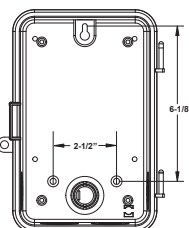

Figura 3 - Vista posterior de la carcasa con las dimensiones del orificio de montaje
5. Coloque la carcasa en la ubicación de montaje deseada, y marque los tres orificios de montaje (consulte la Figura 3 de abajo para ver las dimensiones). Instale primero el tornillo de la parte superior con uno de los espaciadores provistos, y luego cueleque la carcasa por el orificio de la cerradura. Coloque los dos tornillos restantes en la parte inferior de la carcasa a través de los orificios de montaje mientras pasa cada tornillo a través de uno de los espaciadores provistos y en la pared.